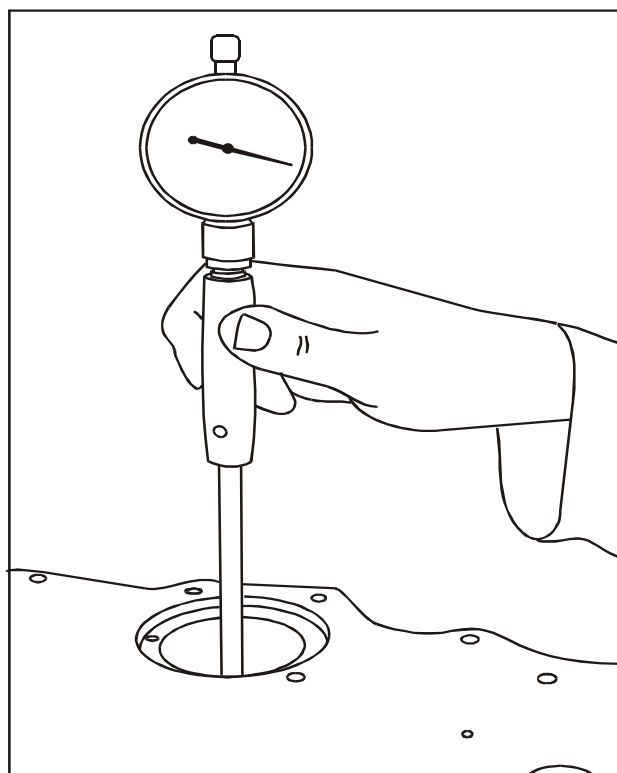

FIG 9
2. Com o medidor de diâmetro interno, verifique os diâmetros do furo no alojamento da bucha. **Fig. 9** e dos mancais. Veja Especificações Técnicas.